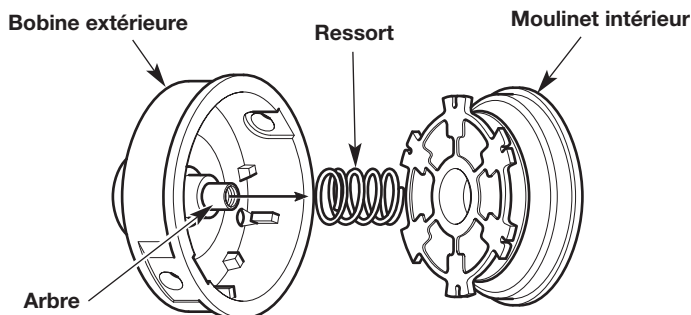

Fig. 17
3. Retirez le moulinet de la bobine extérieure (Fig. 17).
4. Retirez le ressort du moulinet (Fig. 17).